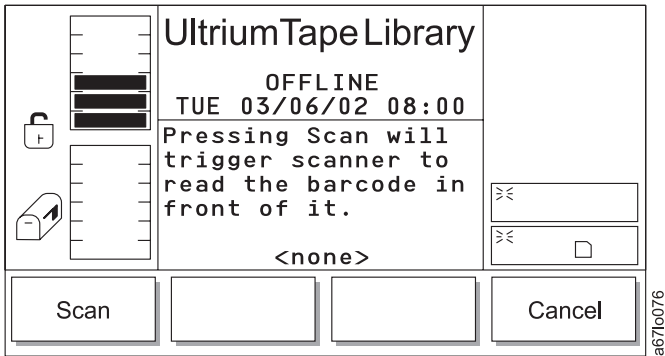

Abbildung 172. Scanner-Dialog
- Wird **Scanner** ausgewählt, erscheint der Scanner-Dialog (siehe Abb. 172 auf Seite 186).
Tabelle 121. Übersetzung von Abb. 172, Scanner-Dialog
Tabelle 122. Übersetzung von Abb. 172 auf Seite 186, Dialog für Barcode-Etikett